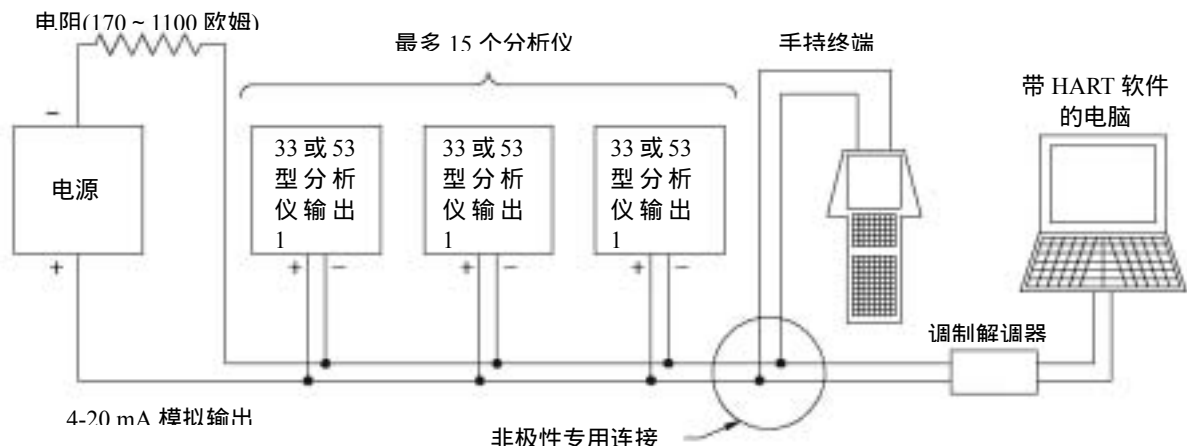

图 3-4 HART 多分析仪布线方法（用于多分析仪网络）
2. 参考图 3-4，并将每个分析仪的 4-20 mA 模拟输出 1 信号以**并联**的方式连接到一个电缆上，极性如图所示。